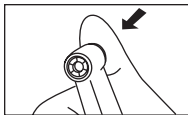

Fig. 1
(1) Collegamento
- Premere il pulsante per aprire il mandrino. (Fig. 1)